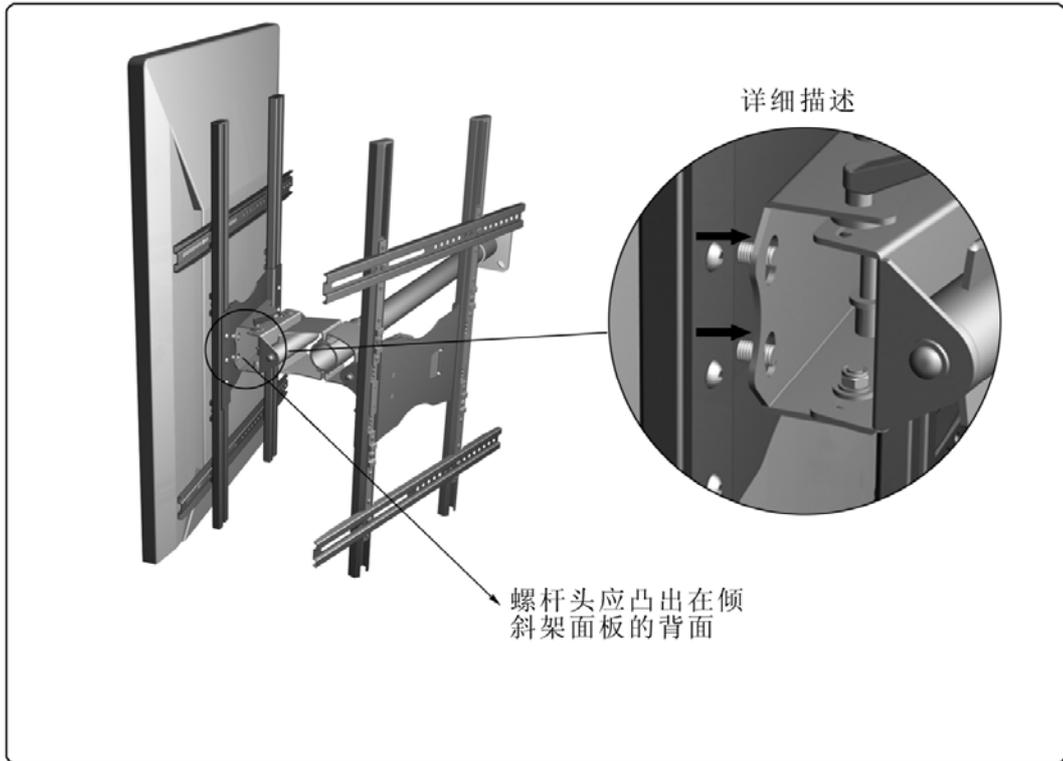

图 5-2
- 支架连接板下部有两个凸起的螺杆，此螺杆应套入倾斜架面板的两个圆孔内（如图 5-2）。